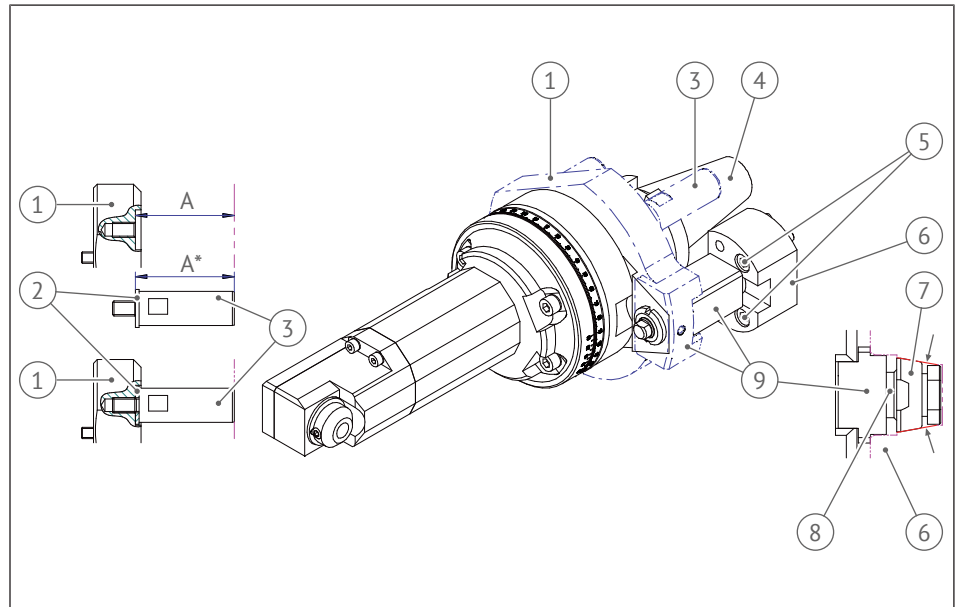

図 8: 製品を取り付ける - 概要
5. 図8の赤いマークに合わせて調整エレメントを調整し、位置決めピンがストップブロック内に正しく配置されるようにします。